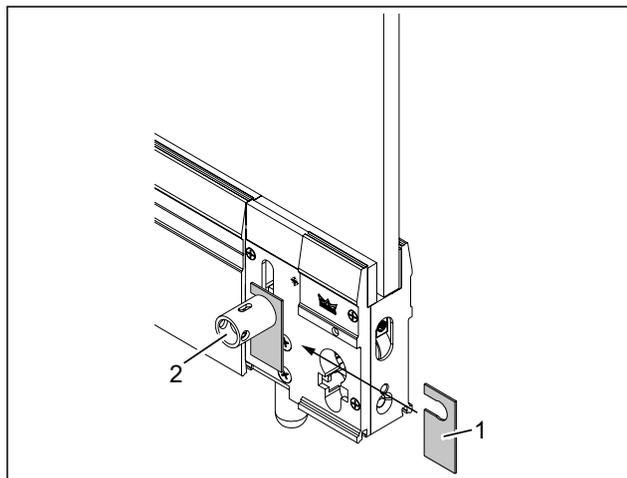

Abb. 31 Blende montieren
Die Hülse (Abb. 31/2) ist vormontiert.
1. Blende (Abb. 31/1) hinter der Hülse (Abb. 31/2) auf die Achse stecken (Abb. 31).